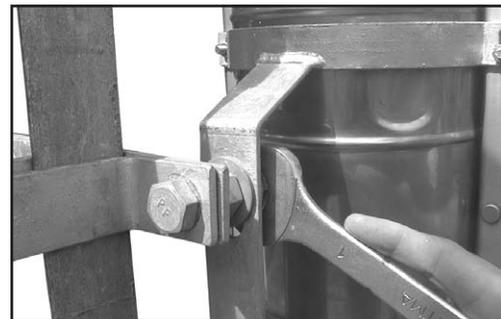

Figura 77
**20.3** Suelte una tuerca, una arandela de presión y una arandela plana de los soportes a compresión y posicione la caja en los tornillos de los soportes. Inserte primero la arandela plana, luego la arandela de presión y por último enrosque la tuerca. Utilice una llave francesa ó de boca fija de 1" para el apriete final (Figura 77).